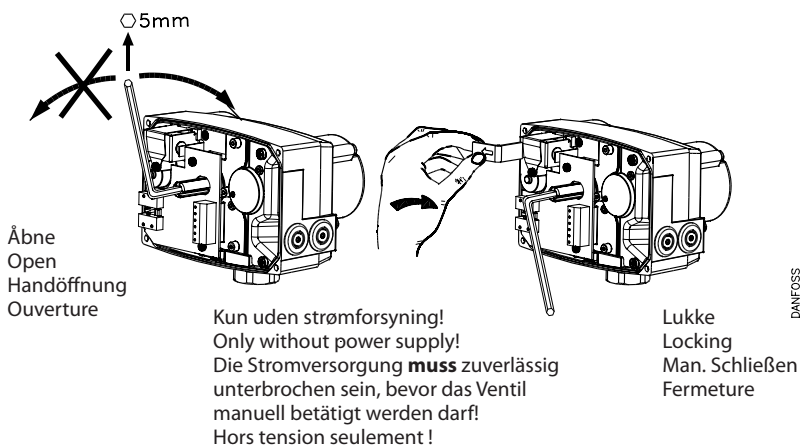

Fig. 4
3. Med en 5 mm sekskantnøgle og et papstykke (som følger med SMV/SMVE ved leveringen) kan SMV/SMVE betjenes manuelt. (Fig. 4). Placer sekskantnøglen i plastspindlen og drej den med uret for at åbne ventilen. Ventilens position fastlåses samtidig ved at placere papstykket som vist på fig. 4.